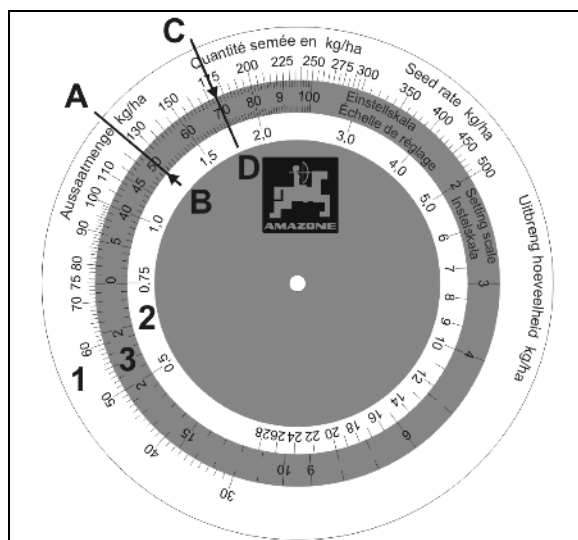

Fig. 90
3. Contrôle de débit de semences : retournez l'auget d'étalonnage et remettez-le sur le support (Fig. 90).